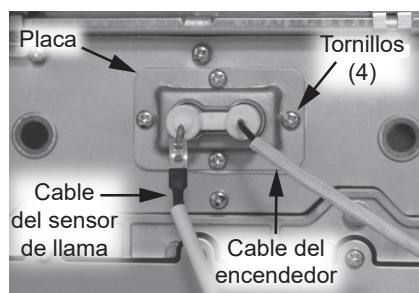

Figura 117 - Conjunto de varilla del encendedor y varilla del sensor de llama
- 5 Desconecte el cable del sensor de llama del conjunto. Consulte la Figura 117.